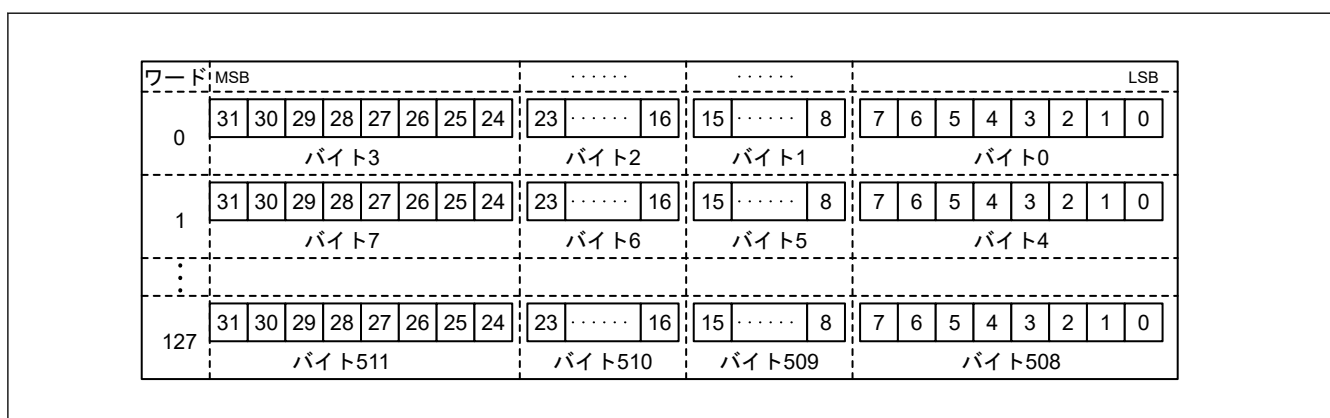

図 36.5 SD\_BUF 格納データ
3. SD\_BUF に格納されたデータが SD\_BUF0 から読み出される (図 36.5 を参照)。